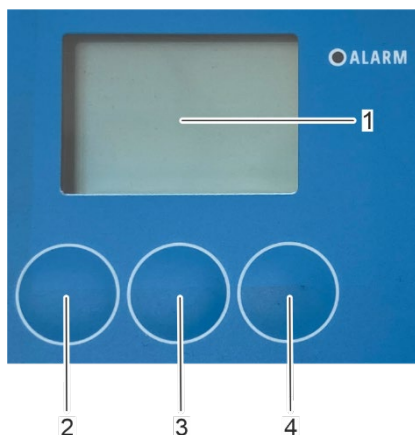

Abbildung 108: Bildschirm und Tasten der Rotorreinigersteuerung
1. Verwenden Sie die Pfeiltasten [nach oben] (Abbildung 108/1) und [nach unten] (Abbildung 108/3), um die gewünschte Sprache auszuwählen.
2. Bestätigen Sie die Auswahl mit [OK] (Abbildung 108/2).